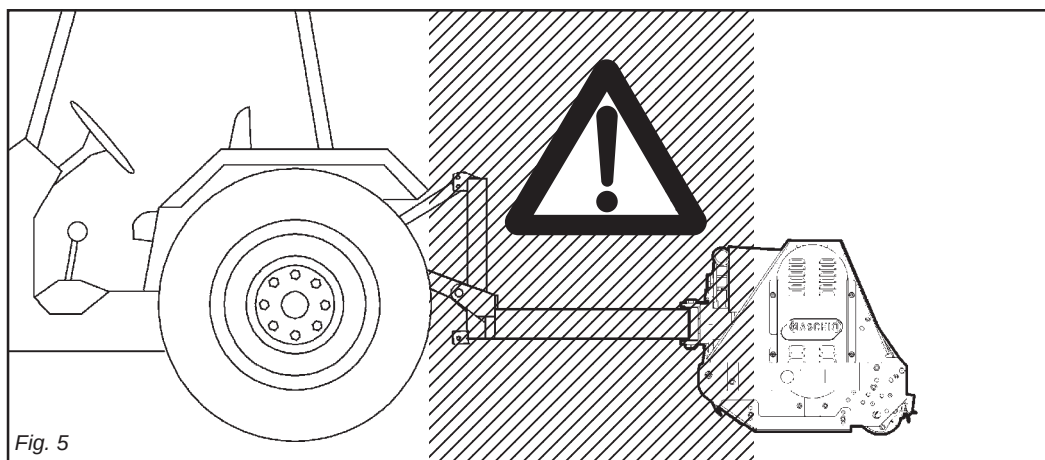

Fig. 5
- 27) È assolutamente vietato interporci tra il trattore e la macchina (Fig. 5) con motore acceso e cardano inserito nonché senza aver azionato il freno di stazionamento. Mantenersi ad una distanza di sicurezza dalla macchina in lavoro, per possibili lanci di corpi contundenti.
- 30) È assolutamente vietato interporci fra il trattore e l'attacco della macchina per manovrare il comando dall'esterno per il sollevamento (Fig. 5).
- 27) *It is absolutely forbidden to stand between the tractor and the implement (Fig. 5) when the engine is running and the cardan shaft is engaged without having first engaged the hand brake. Keep a safe distance from the shredder at work to avoid being hit by possible flying stones, etc.*
- 30) *It is absolutely forbidden to stand between the tractor and the implement when manoeuvring the lift control from the outside (Fig. 5).*
- 27) Il est absolument interdit de se mettre entre le tracteur et l'appareil (Fig. 5) quand le moteur est en marche et le cardan enclenché, sans avoir tiré le frein de stationnement. Se tenir à une distance de sécurité du broyeur en fonctionnement, à cause du lancement possible d'objets contondants.
- 30) Il est absolument interdit de se mettre entre le tracteur et l'attelage pour manœuvrer la commande de relevage de l'extérieur (Fig. 5).
- 27) Es ist absolut verboten, bei laufendem Motor und eingeschalteter Gelenk-welle zwischen den Schlepper und das Gerät zu treten (Abb. 5). Dazu muß die Feststellbremse gezogen werden. Achten Sie bei der Arbeit mit der Häckselmaschine auf den nötigen Sicherheitsabstand aufgrund der Auswurfgefahr stumpfer Gegenstände.
- 30) Es ist absolut verboten, zwischen den Schlepper und den Anschluß zu treten, um die Aushebung von außen zu betätigen (Abb. 5).
- 27) Está terminantemente prohibido colocarse entre el tractor y el equipo (Fig.5) con motor encendido y cardán insertado, o sin haber accionado el freno de estacionamiento. Manténgase a una distancia de seguridad del triturador durante el trabajo, porque puede proyectar objetos.
- 30) Está absolutamente prohibido colocarse entre el tractor y el enganche para maniobrar el mando desde el externo en la fase de elevación (Fig. 5).